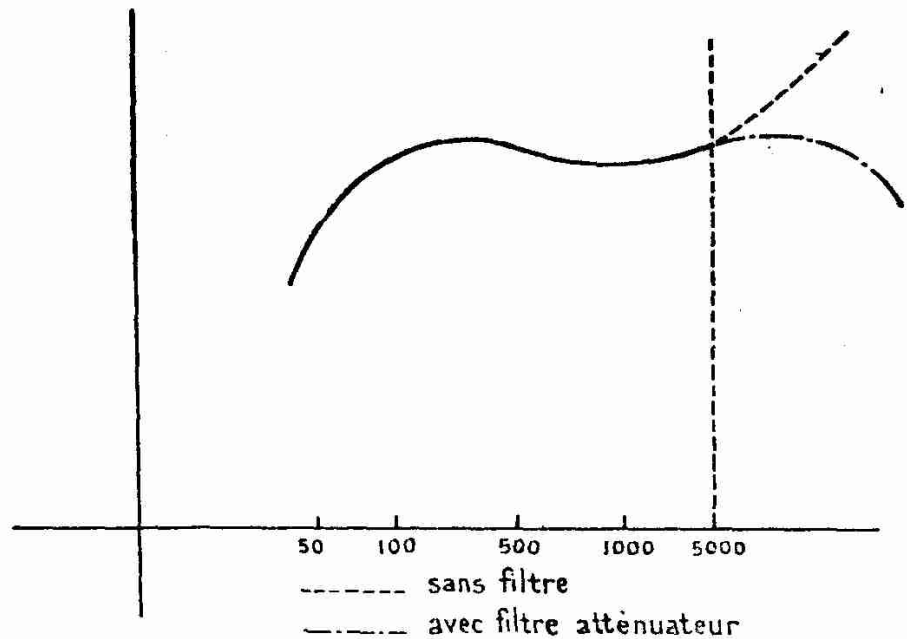

Fig. 7
Dans les hauts-parleurs Magnavox, on ajoute au haut-parleur un filtre, dont le rôle est d'amortir l'amplitude du courant à partir de 5.000 périodes. Sur un haut-parleur ordinaire, un tel dispositif apporterait de la déformation, dans le cas présent il la compense. L'examen de la courbe ci-dessus (fig. 7) renseigne sur les caractéristiques du haut-parleur avec ou sans filtre. On voit immédiatement l'amélioration apportée. On voit aussi que la reproduction est presque parfaite, tout au moins jusqu'à 8.000 périodes par seconde. On peut considérer, d'ailleurs, cette fréquence comme le plafond de l'audibilité. Bien des postes émetteurs modernes ne transmettent rien au delà de 5.000 périodes par seconde et tous les récepteurs coupent à peu près la modulation à 5.000 périodes (1).